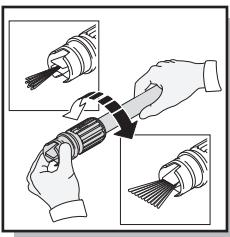

Fig. 20
- Utiliser la lance ajustable de spray en nettoyant des fenêtres. Etre sûr d'ajuster le jet à un modèle de spray de ventilateur large et place le jet approximativement quatre à cinq pieds loin de la fenêtre avec le jet à quarante cinq angle de degré. Serrer la détente et varier le modèle de spray de ventilateur et l'angle jusqu'à ce que l'efficacité de nettoyage optimum est atteinte (la fig. 20).